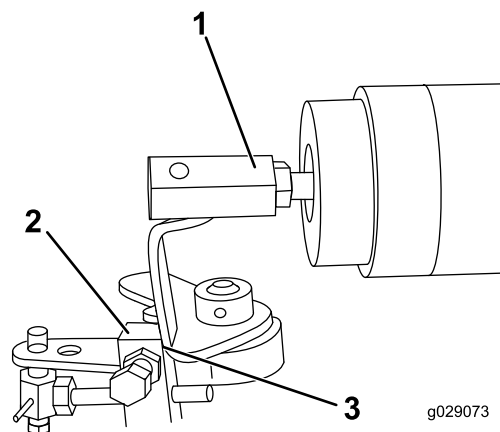

Рисунок 15
7. Вручную отожмите плунжер электромагнитного клапана от дозатора топлива так, чтобы он полностью выдвинулся из своего корпуса (Рисунок 15).
10. При выдвинутом за счет действия электрического тока плунжере электромагнитного клапана переместите электромагнитный клапан останова двигателя в сторону дозатора топлива до тех пор, пока рычаг останова двигателя не будет упираться в упор на корпусе дозатора топлива (Рисунок 15).